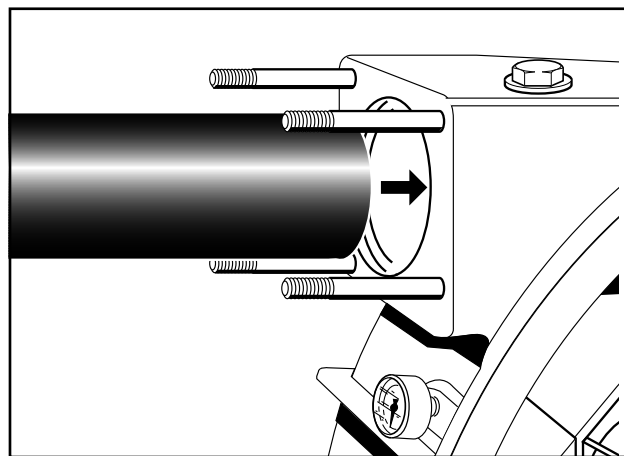

Fig. 18 Montage du tuyau de refoulement
3. Graisser légèrement une extrémité du tuyau de refoulement au moyen de lubrifiant et l'enfoncer dans l'orifice du côté d'aspiration de la pompe (fig. 18) jusqu'à ce que le tuyau bute. Laisser tomber quelques gouttes de lubrifiant dans le canal de mise sous vide.